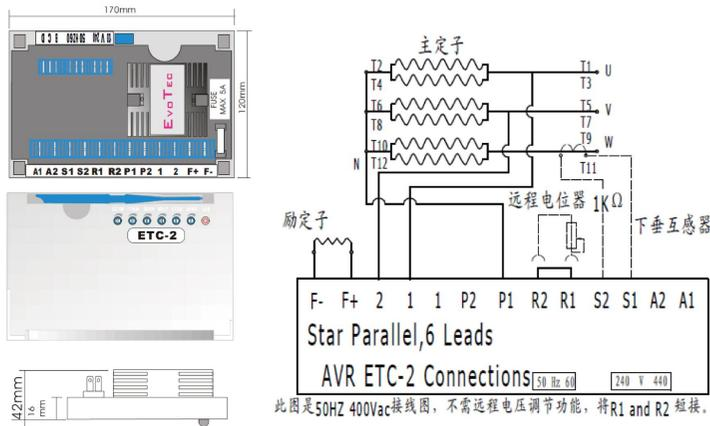

图5 ETC-2在400Vac系统接线图
4.3.4.2.2 ETC-2型AVR使用在400Vac系统接线见图5